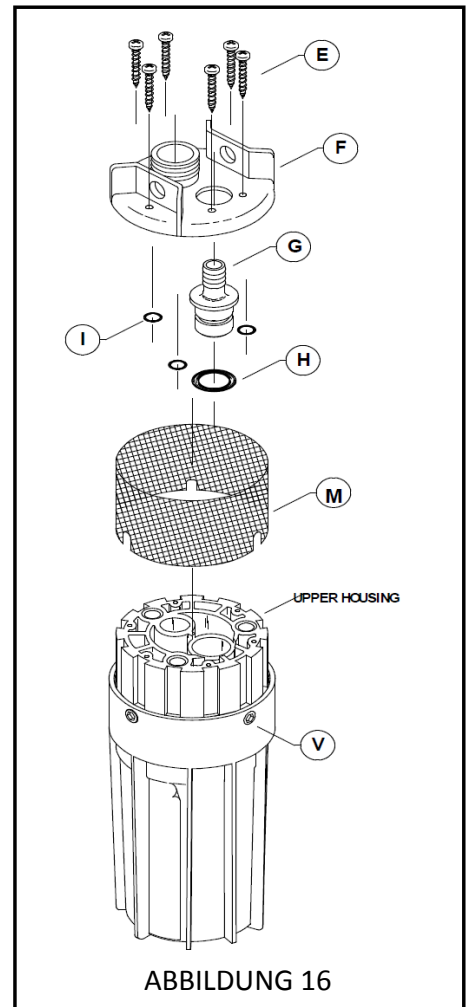

ABBILDUNG 16
11. Setzen Sie das Filtersieb (M) ein (Abb. 16).
11.2 Richten Sie die Schlitz im Filtersieb (M) mit den Schrauben (V) im Oberen Gehäuse (N) aus und schieben Sie das Filtersieb (M) über die Schrauben (V).
12. Setzen Sie den Auslassfilter (G) ein (Abb. 16).
12.2 Drücken Sie die Auslassarmatur (G) in die Öffnung im Oberen Gehäuse (N).
13. Setzen Sie die Hebeplatte (F) mit den drei O-Ringen (I) auf die Zapfen (Abb. 16).